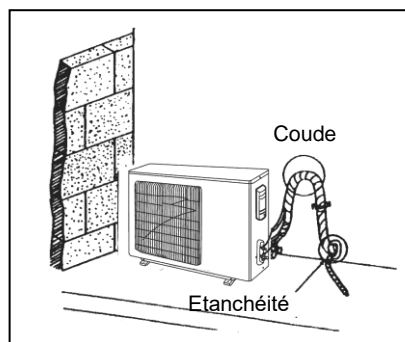

Fig. 16
- (1) Le ruban sur les tuyaux doit être appliqué du bas vers le haut.
- (2) Tous les tuyaux sont attachés les uns aux autres avec du ruban, coudés et fixés au mur à l'aide des supports-attaches. (Voir la figure 16.)
- (3) Tous les tuyaux doivent être attachés au mur à l'aide des supports-attaches.